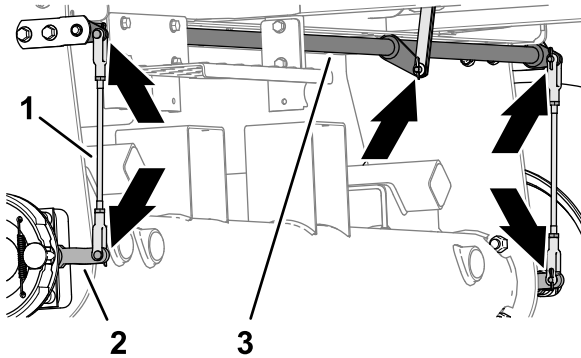

Figura 71
- Inspeccione los conjuntos de varilla de freno derecho e izquierdo (Figura 71) en busca de daños o desgaste.
- Inspeccione el eje de articulación del freno (Figura 71) en busca de daños o desgaste.